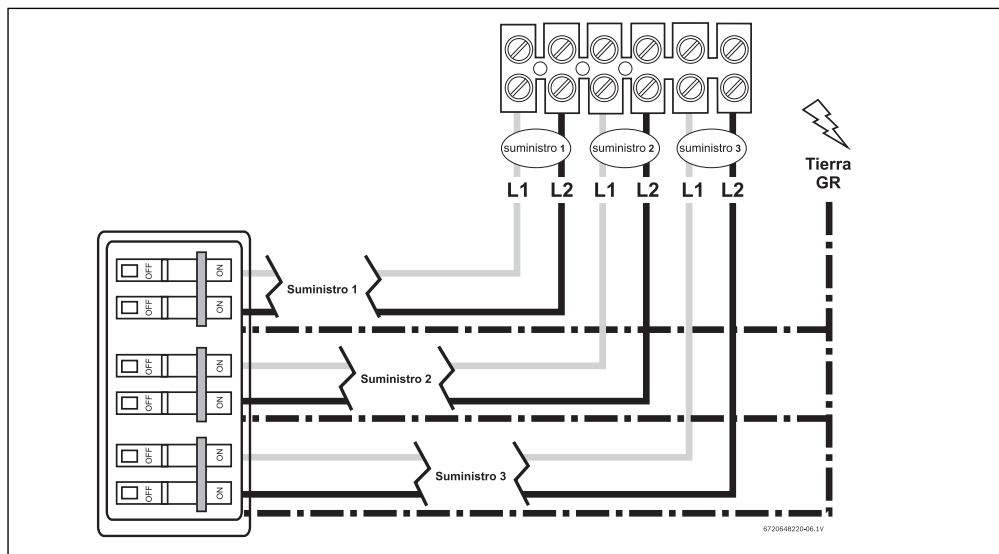

Fig. 6 WH36 conexión de la placa terminal (para EE.UU.)
- Pele el aislamiento de los cables de alimentación aproximadamente 1/2 pulgada. Conecte los cables con corriente a las terminales marcadas "L1" y "L2." Hay tres de cables con corriente en la WH36. (Vea la Fig. 6, page 11).